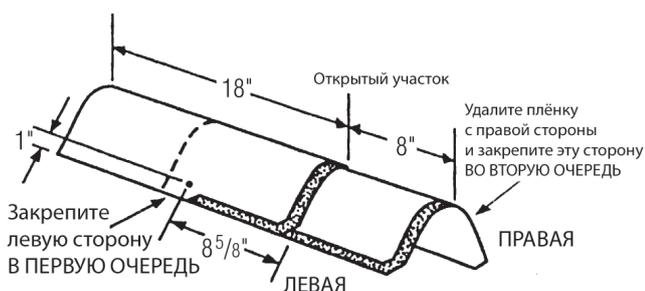

Рис. 16-19. Монтаж гонта Shangle® Ridge на рёбра и коньки.
7. Прибейте каждый покрывающий гонт двумя гвоздями (Рис. 16-19). Длина гвоздей должна составлять не менее 45 мм, чтобы они входили в обрешётку на 19 мм или проходили через неё насквозь таким образом, чтобы гвоздь с обратной стороны выступал не менее чем на 1/8»3 мм. Оставляйте вспомогательные гонты на коньке или ребре открытыми на 20,3 см и закрывайте все гвозди.